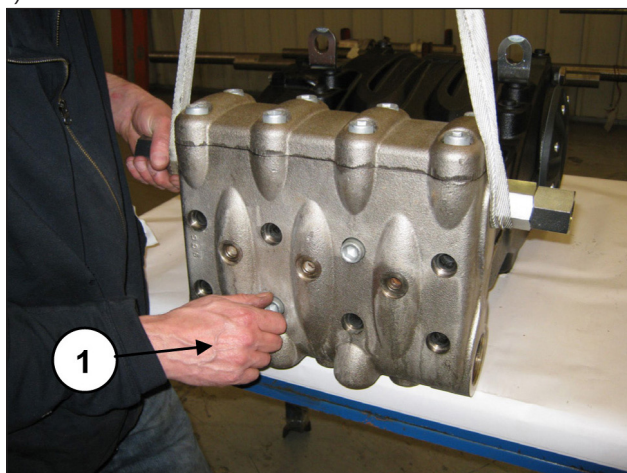

图 107
现在可以从泵壳拆卸泵头，拧松8个M16x180螺丝（①，图 107）。